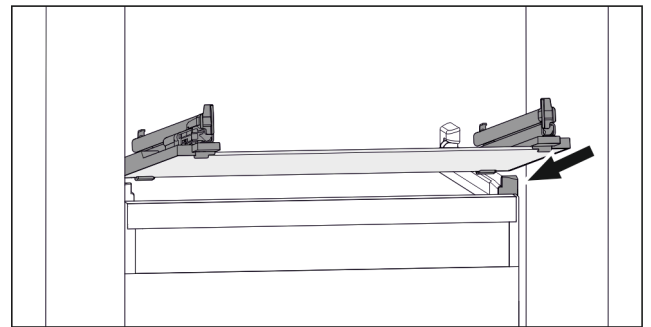

Fig. 42 Beispielhafte Darstellung der Glasplatte
- Glasplatte schräg hinter den Stopperr aufsetzen. (siehe Fig. 42)